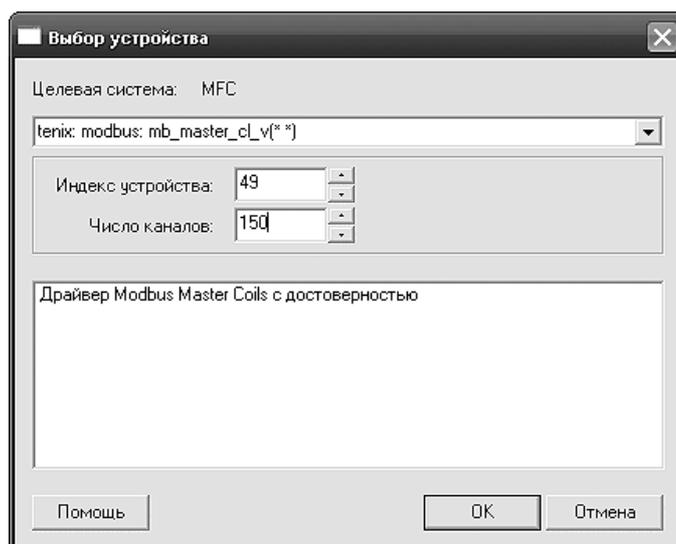

Рисунок 5.1 – Определение количества каналов драйвера Modbus
- требуемое количество каналов (см. рисунок 5.1);